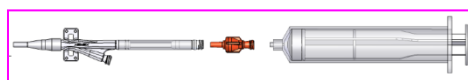

図1.バルーン陰圧操作
- (1) トレーを滅菌袋から清潔域に取り出したら、IABカテーテルの分岐部のHeと書かれたガス用チューブに一方向弁を接続する。（図1参照）
- (2) 一方向弁後側に50mL空気抜きシリンジを接続し、IABカテーテル内が十分な陰圧状態になるまで引くこと。その後シリンジのみを外しIABカテーテル内の陰圧状態を保持すること。